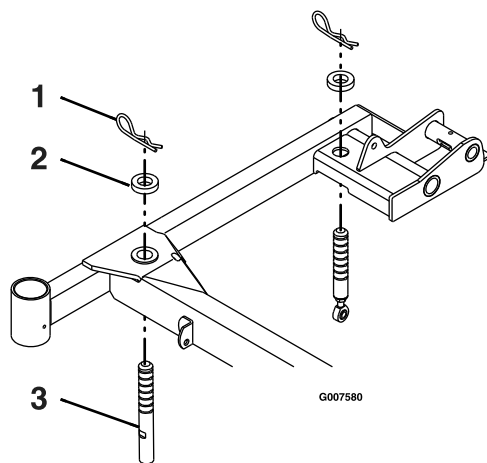

Figura 69
4. Compruebe que todos los pasadores de horquilla están en los taladros de altura de corte de 7.62 cm (3") con los espaciadores debajo de los pasadores de horquilla (Figura 69).
5. Acorte o alargue cada pasador de soporte de la carcasa de corte para obtener una altura en la punta de las cuchillas de 7.62 cm (3") en la parte delantera de la carcasa y 8.26 cm (3¼") en la parte trasera de la carcasa (Figura 69).